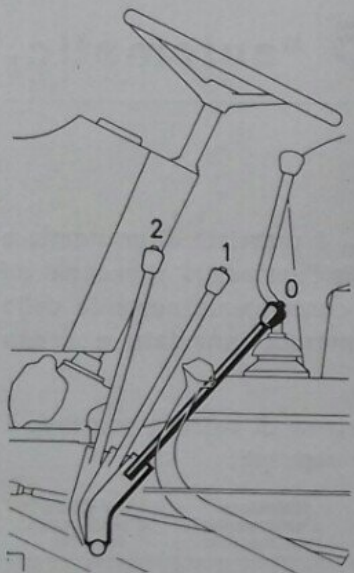

Fig. 53. - Leva comando riduttore d'emergenza (mod. 615 "automatic,").
Il comando è costituito da una leva che può assumere le seguenti posizioni (fig. 53):
- Prima di avviare il motore assicurarsi che la leva del riduttore d'emergenza si trovi spostata completamente indietro (0, fig. 53).